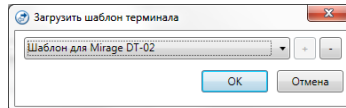

Рис. 12 Окно загрузки шаблона СПИ
- ✓ В контекстном меню устройства выбрать пункт *Загрузить шаблон настроек*. В результате появится окно, в котором необходимо выбрать нужный шаблон (рис. 12).